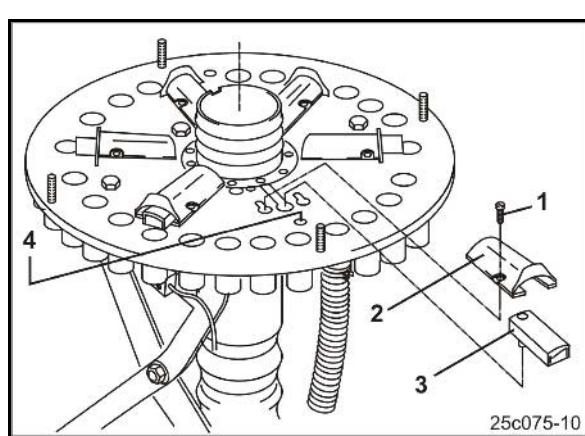

Рис. 135
6. Выверните 3 крепежных винта фильтра (Рис. 135/1) и замените фильтрующий элемент.